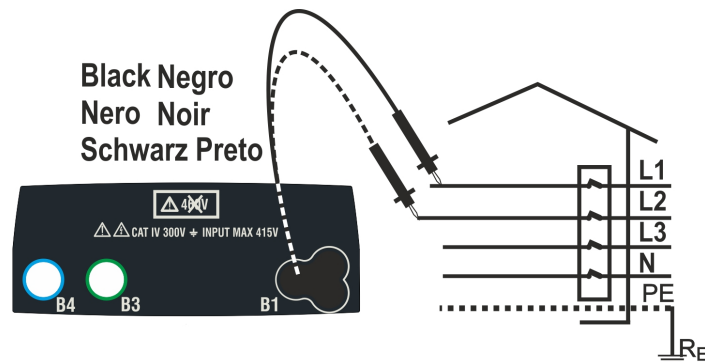
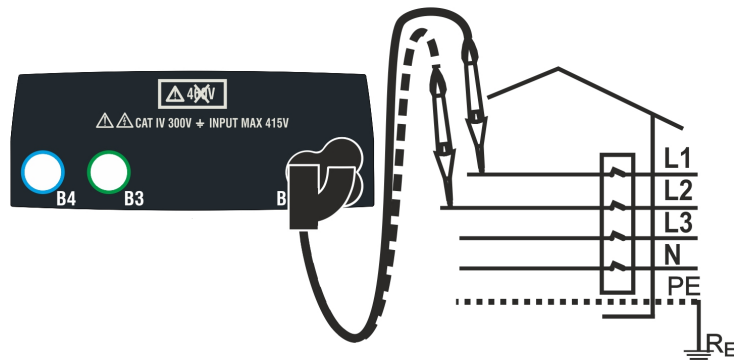

Abb. 31: Prüfung der Phasenfolge mit einem Messkabel
Abb. 32: Prüfung der Phasenfolge mit der externen Prüfsonde
2. Führen Sie den Stecker des schwarzen Kabels in die entsprechende Eingangsbuchse B1 des Geräts. Alternativ dazu können Sie ein Einzelkabel verwenden und die entsprechende Krokodilklemme ans freie Kabelende aufstecken. Sie können auch die Prüfsonde mit Fernbedienung benutzen, indem Sie deren mehrpoligen Steckverbinder in die Eingangsbuchse B1 einführen. Verbinden Sie die Krokodilklemmen oder die Prüfsonde mit Fernbedienung mit der elektrischen Anlage entsprechend den Abb. 31 oder Abb. 32.
5. Unter diesen Bedingungen, verbinden Sie die Krokodilklemme oder die externe Prüfsonde mit der Phase L2, wie in den Abb. 31 oder Abb. 32 gezeigt.